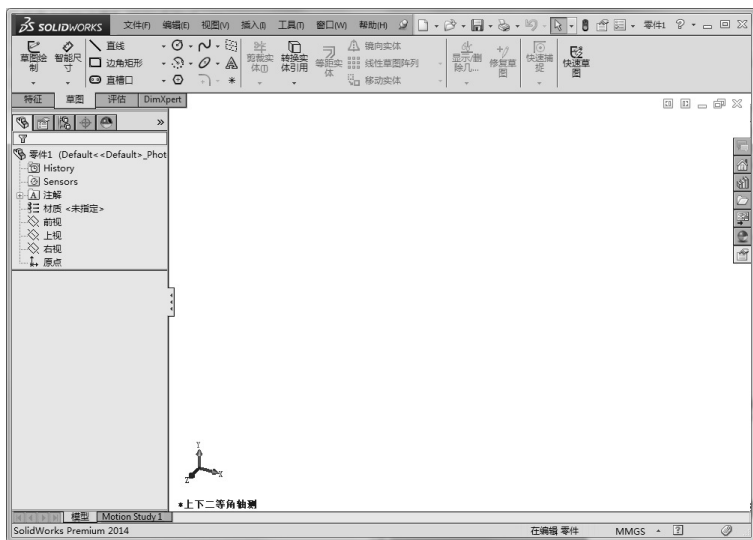

图 1-47 用户界面设置
- [3] 单击【确定】按钮，用户界面设置如图 1-47 所示。